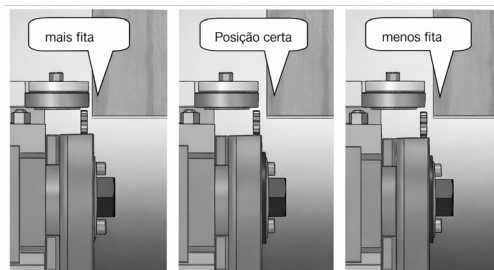
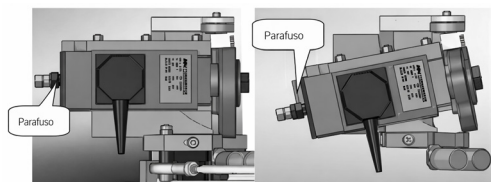

Figura 9
Figura 10
- Verifique o efeito de corte final após a passagem do painel. Ver figura 9, se a fita estiver além da extremidade do painel, gire o parafuso para dentro no sentido horário, mostrado na figura 10. Se a fita for mais curta que a extremidade do painel, gire o parafuso no sentido anti-horário. Ao torcer, o cortador se moverá para frente ou para trás. Por favor, coloque-o em uma posição correta.